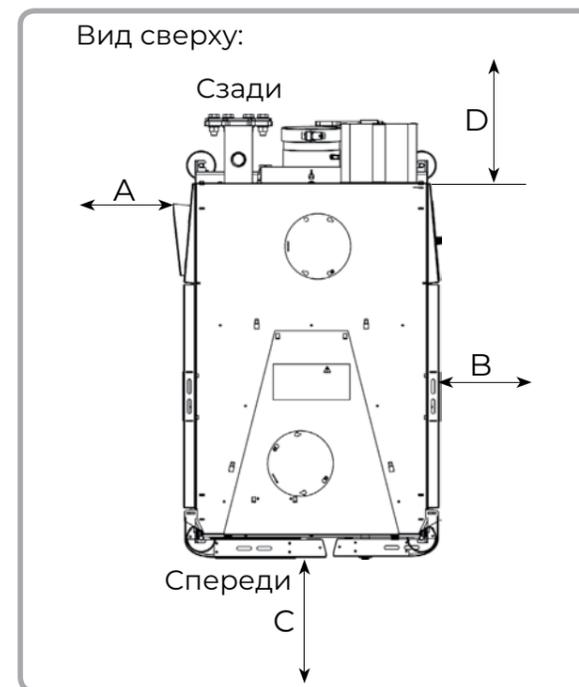

Рисунок 4- Радиальный зазор
**Минимальные значения** (в мм) указаны на рис. 4 и в таблице ниже.